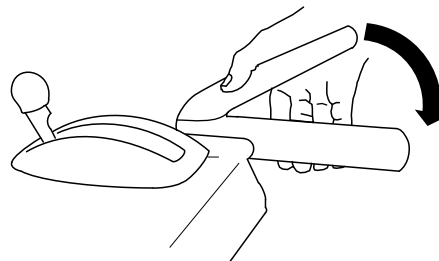

Figura 26
1. Per innestare la trazione alla coclea/ventola, premete la leva destra (coclea/ventola) contro l'impugnatura (Figura 26).